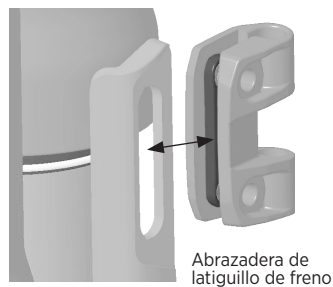

Figura 12: instalación de la abrazadera en el mástil
1. Instale la abrazadera del latiguillo de freno en la abertura ranurada del mástil (Figura 12). Verifique que el saliente de la abrazadera esté completamente instalado en la ranura del protector.